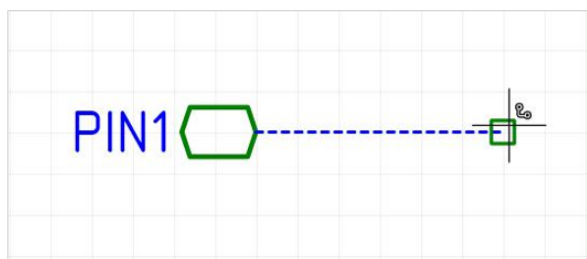

Рис. 283 Размещение цепи от порта
6. Разместите порт на схеме, см. Рис. 283. Положение порта будет зафиксировано, после этого активируется размещение цепи/шины. Размещение цепи/шины осуществляется стандартными способами.